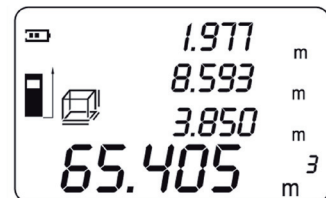

Fig. 14
- Appuyez une nouvelle fois sur la touche «Read» pour afficher le volume dans la ligne inférieure de l'écran; la hauteur s'affiche simultanément dans la troisième ligne de l'écran (Fig. 14).